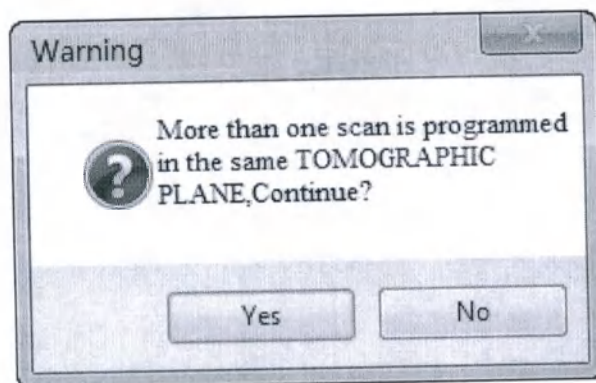
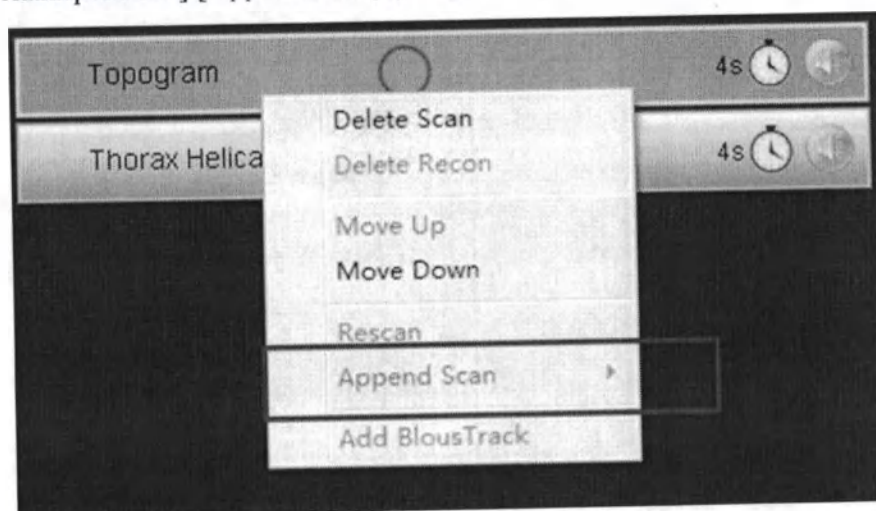

Рисунок 54 Предупредительное окно повторного сканирования
Рисунок 55 Дополнение сканирования
2. Щелкните правой кнопкой мышки и в контекстном меню нажмите [Повторное сканирование] [Rescan] (см. рис. 55). Если выбранный протокол сканирования включает несколько видов сканирования, то появится окно с предупредительным сообщением: «Более одного сканирования запрограммировано в той же томографической плоскости, продолжить?» (см. рис. 54). Нажмите да (Yes), чтобы продолжить, или нет (No), чтобы отменить повторение сканирования.
2. Щелкните правой кнопкой мышки и в контекстном меню нажмите [Добавить сканирование] [Append Scan] (см. рис. 55).